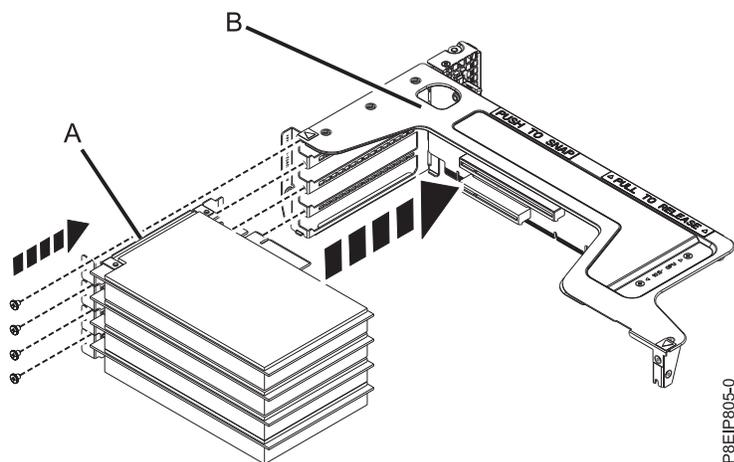

Figure 63. Insertion d'une carte PCIe dans le connecteur de bus
- g. Connectez la carte **(A)** dans l'emplacement correct du connecteur de bus de la carte PCIe **(B)** comme indiqué dans la figure 63, à la page 91.